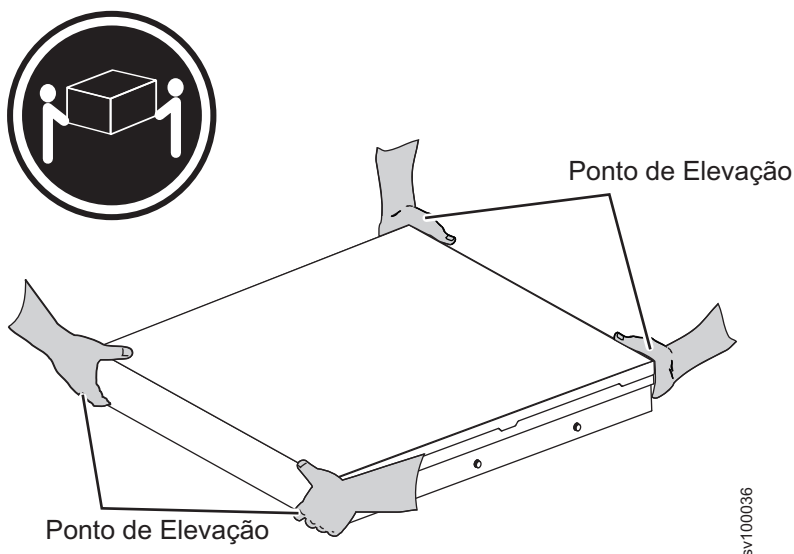

Figura 31. Levantando o nó 2145-SV1 do rack
Para remover o nó SAN Volume Controller 2145-SV1 do rack, conclua estas etapas. Assegure-se de ter duas pessoas para levantar o servidor; posicione suas mãos conforme mostrado em Figura 31 na página 39.
5. Levante o nó, conforme mostrado em Figura 31, e coloque-o em uma superfície resistente.